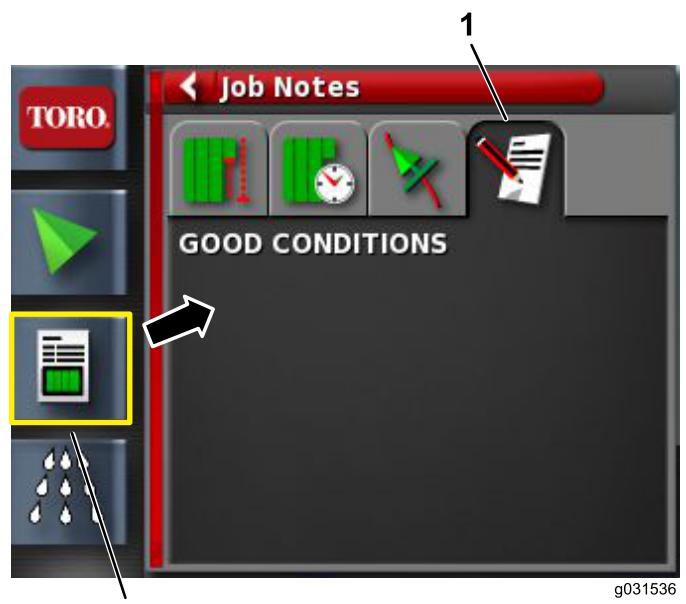

Figura 20
1. Abra o ícone de informações de trabalhos (Figura 20).
2. Selecione o ícone de notas do trabalho (Figura 20).